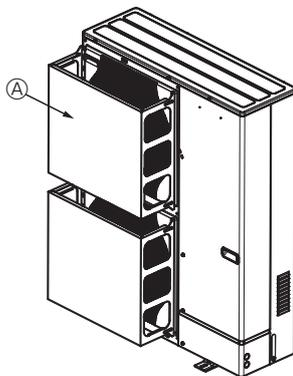

Fig. 2-4
- ② Monter en beskyttende luftkanal (ekstra utstyr) hvis enheten monteres på et sted der sterk vind fra en orkan osv. kan komme direkte inn i luftutløpet. (Fig. 2-4)